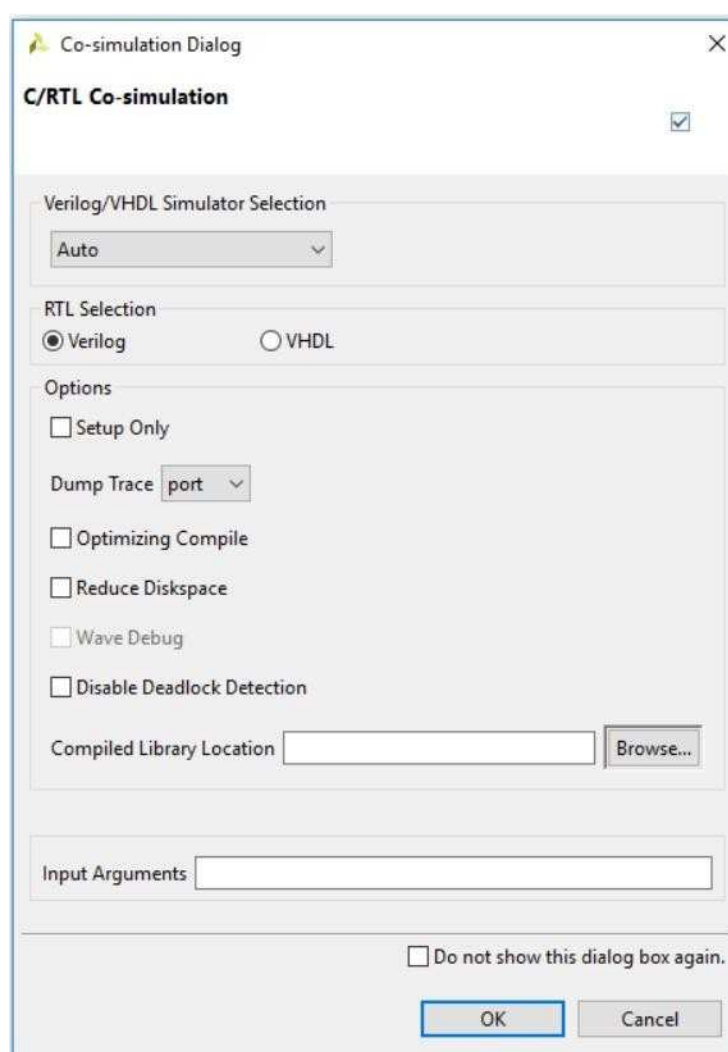

图 8-11:实验 2 的共仿真对话框
- b. 激活 ***Dump Trace*** 下拉菜单 并选择 ***all*** 选项，得到如图 8-11 所示的选项。